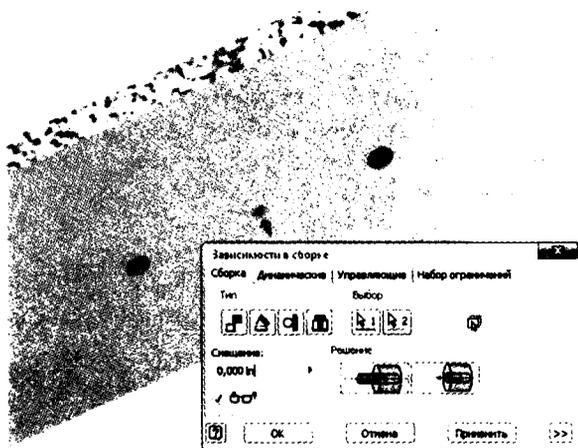

Рис. 15.13. Использование болта для применения другой зависимости
13. Добавьте другую зависимость между болтом справа и отверстием в ящике, как показано на рис. 15.13.